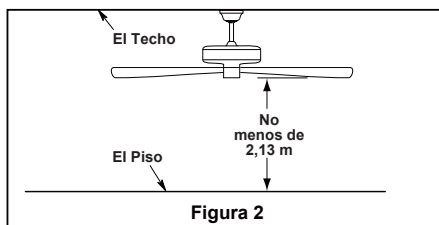

Figura 2
Caja profunda (Figura 2)
- ☐ 2. Extraiga la pieza de la bola colgante de la unidad de la bola colgante / varilla aflojando el tornillo de presión de la bola colgante hasta que la bola se libere de la varilla. Retire el pasador del barral y luego extraiga la semiesfera. Conserve el pasador y la semiesfera para su reinstalación en el Paso 7. (Figura 2)
Debe colgar el ventilador a una distancia mínima de 2,13 m desde las aspas hasta el piso. (Figura 2)
Para evitar una posible descarga eléctrica, asegúrese de cortar la alimentación eléctrica de la caja de fusibles principal antes de alambrado el ventilador. (Figura 2)
2. Coloque y ajuste firmemente la cubierta para el tornillo de la base sobre los tornillos de reborde de la abrazadera para colgar mediante el mecanismo de seguro por giro del chavetero. (Figura 2)
2. Fije los soportes de aspas al volante mediante los tornillos de 1/4"-20 el puesto en la necesidad de soporte de la asa para alinear el agujero entre el 1/4"-20 a través de los orificios ubicados al costado del volante. (Figura 2)
- ☐ 2. Extraiga los tres tornillos de la ensamble de la placa de iluminación. Instale la ensamble de kit de luz en al ensamble de la placa de iluminación utilizando los tornillos retirados previamente. (Figura 2)
- ☐ **2.** Restaure la fuente de alimentación de la toma de corriente enciendo la electricidad del fusible principal. (Figura 2)